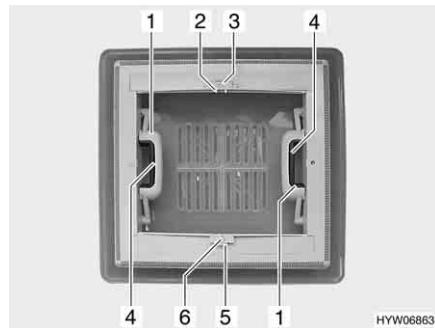

Bild 81 Dachhaube mit Schnappverschluss HYW06863
Öffnen: ■ Schnappverschluss (Bild 81,4) zur Innenseite der Dachhaube drücken. Gleichzeitig mit dem Griff (Bild 81,1) die Dachhaube nach oben drücken.
Schließen: ■ An beiden Griffen (Bild 81,1) die Dachhaube kräftig nach unten ziehen, bis beide Schnappverschlüsse eingerastet sind.
Schließen: ■ Arretierung (Bild 81,5) zur Dachhaubenaußenseite drücken.
■ Verdunklungsrollo am Griff (Bild 81,6) bis zum gegenüberliegenden Griff des Insektschutzrollos (Bild 81,2) ziehen und einrasten lassen.
Öffnen: ■ Griff (Bild 81,2) zusammendrücken. Die Arretierung wird gelöst.
■ Verdunklungsrollo am Griff (Bild 81,6) langsam zurückführen.
Schließen: ■ Arretierung (Bild 81,3) zur Dachhaubenaußenseite drücken.
■ Insektschutzrollo am Griff (Bild 81,2) bis zum gegenüberliegenden Griff des Verdunklungsrrollos (Bild 81,6) ziehen und einrasten lassen.
■ Insektschutzrollo am Griff (Bild 81,2) langsam zurückführen.